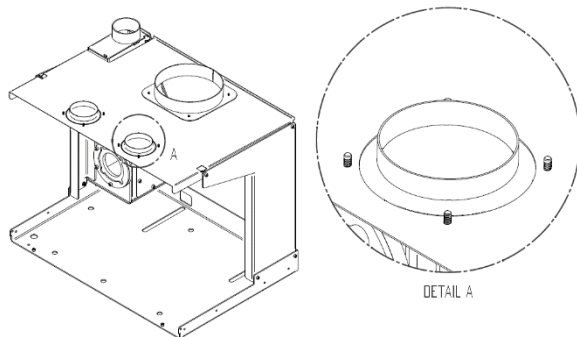

Figura 21 – Instalação inserível a *pellets*
4. É importante que os parafusos ou rebites usados para fixar as bocas sejam colocados de baixo para cima, de modo que para o interior do inserível fique uma altura mínima para não interferir com a extração adequada do equipamento para manutenção, ver a Figura 21.